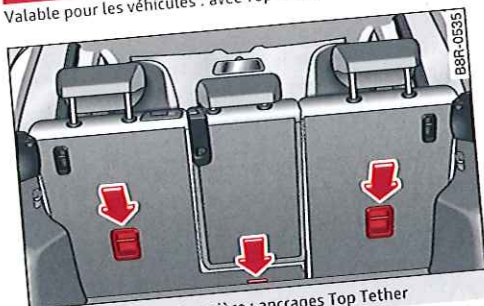

Fig. 170 Banquette arrière : ancrages Top Tether
- Accrochez la sangle à l'ancrage Top Tether ¹⁾ ⇒ fig. 170.